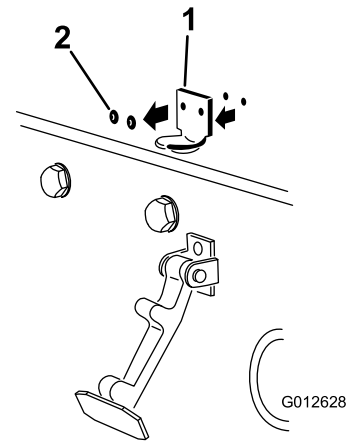

Bild 23
2. Entfernen Sie die zwei Niete, mit denen die Halterung des Motorhaubenriegels an der Motorhaube befestigt ist (Bild 23).
**Hinweis:** Die Riegelhalterung muss an der Haube anliegen (Bild 23).